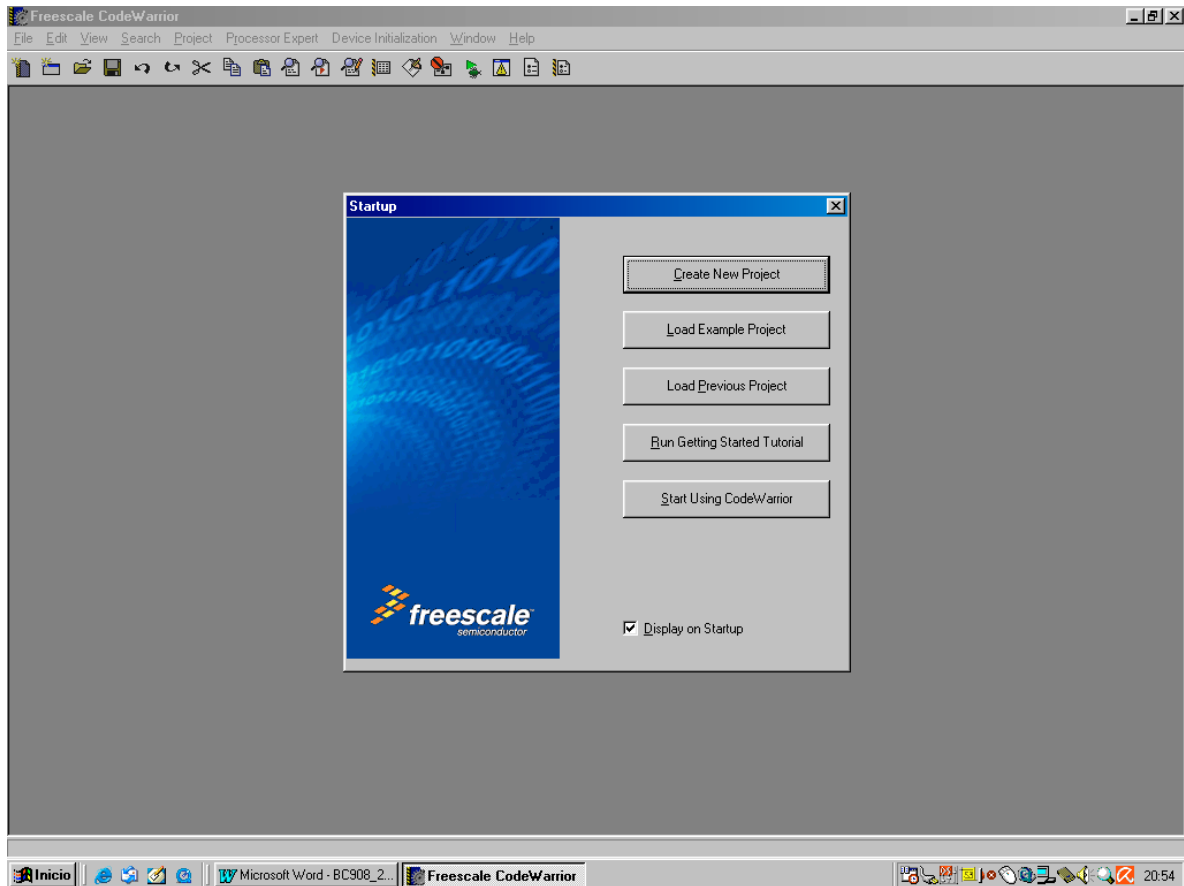

Figura 1.- Pantalla “Startup” con opciones de ayuda.
- 1) Al ejecutar el *CodeWarrior IDE*, se nos abrirá una ventana de opciones como se vé en la **figura 1**.